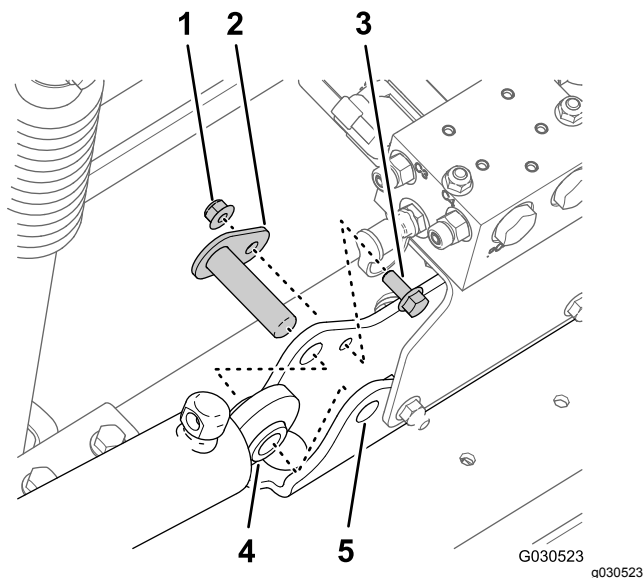

Рисунок 64
4. Удалите фланцевую контргайку (5/16 дюйма) и болт с фланцевой головкой (5/16 x 3/4 дюйма), которые крепят ось поворота к креплению цилиндра (Рисунок 64).
5. Снимите ось поворота и подъемный цилиндр с машины (Рисунок 64).